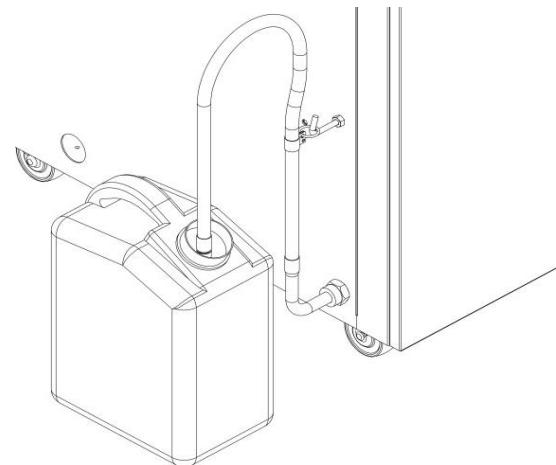

図 3
- 排気ボトルを使う場合は、ホースの先をタンク口まで導く。(図 3)